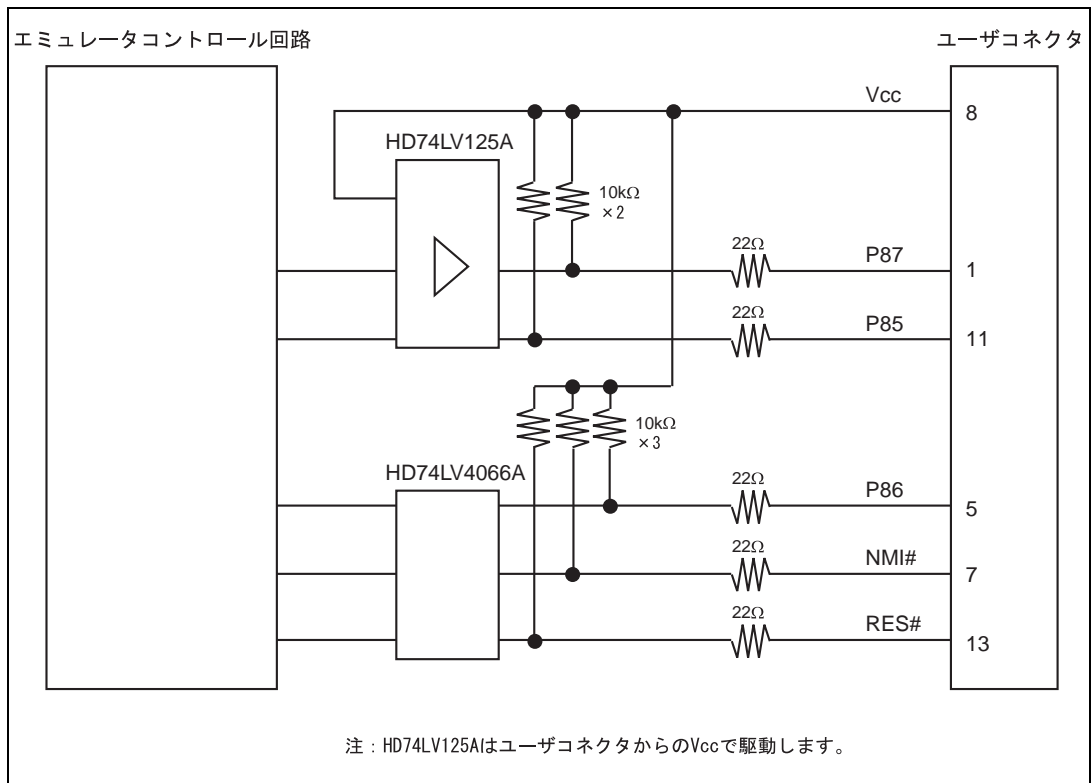

図 3.6 エミュレータ内インタフェース回路 (参考)
8. 図3.6にエミュレータ内インタフェース回路を示します。プルアップ抵抗の値などを決定するときに参考にしてください。